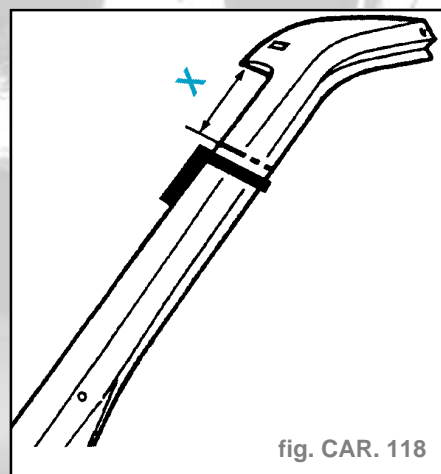

fig. CAR. 118
- Tracer, puis découper à l'aide d'une meule épaisseur **1 mm** (coupe définitive) (fig. CAR. 118).